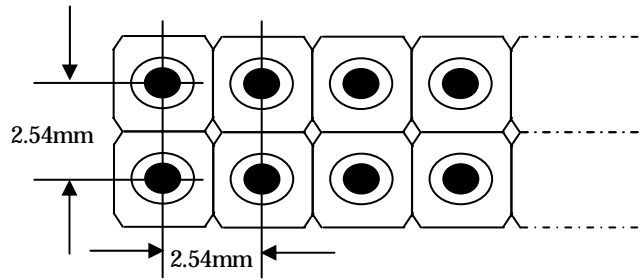
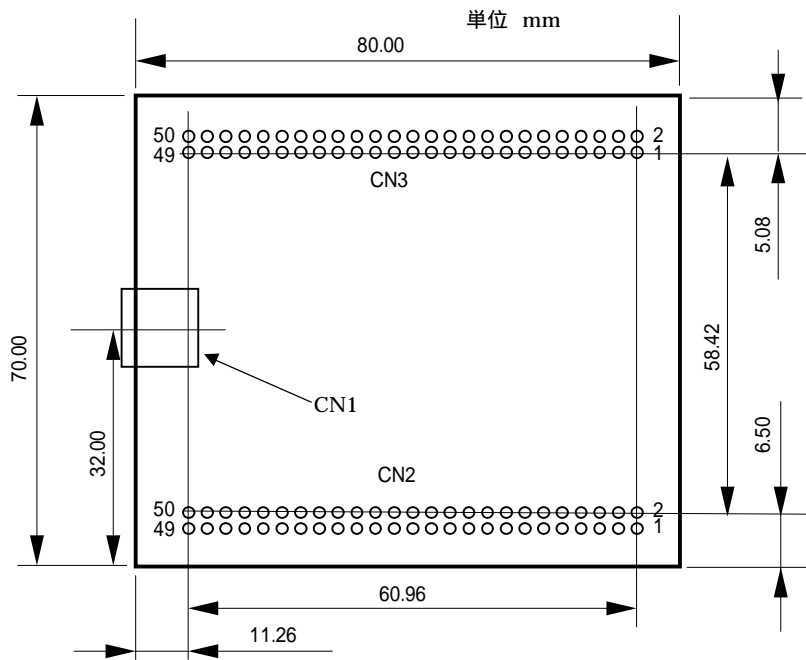

図3 コネクタCN2,CN3 ピンピッチ
図4 コネクタ配置図 (TOP View)
- ターゲットボードのコネクタは、本ボードのコネクタ寸法(図3、図4参照)に適合するメスコネクタを選択してください。ピン配置は本ボード(表1.M3A-0039 コネクタ CN2 ピン配置図、表2.M3A-0039 コネクタ CN3 ピン配置図)と同じにしてください。コネクタの選択、ピン配置の参考に添付資料の M3A-0039 部品表と接続図を参照ください。ターゲットボードのコネクタは、本多通信工業の HKP-50FD2 などが適合します。